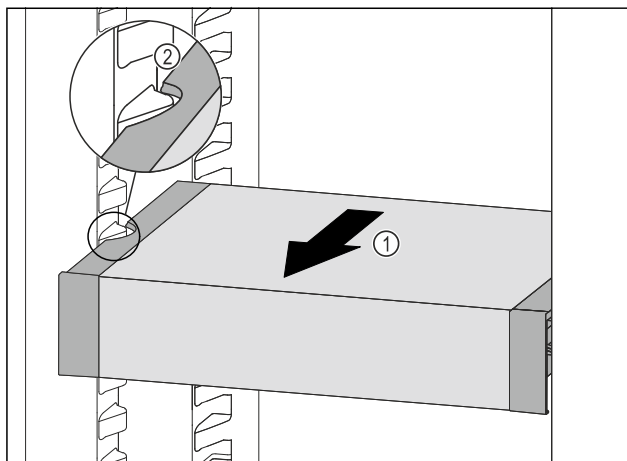

Fig. 87
- ▶ Dra VarioSafe framåt Fig. 87 (1) tills sidofördjupningarna på VarioSafe är i samma nivå som behållarlisterna i kyldelen. Fig. 87 (2)